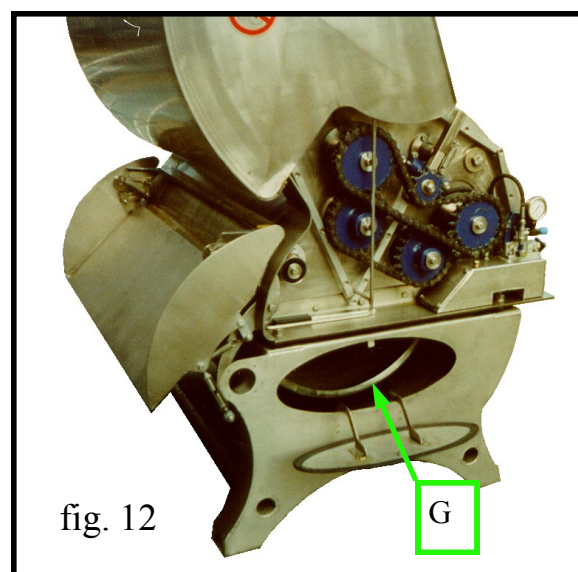

fig. 12
Il dispositivo di **LAVAGGIO** entra in funzione a fine lavoro. La valvola regola il flusso d'acqua all'interno del separatore. Se la pressione dell'acqua che s'immette è scarsa, si consiglia, per una buona pulizia, di aprire i coperchi **E-F** fig. 11 e di lavare manualmente. Il cestello di filtraggio è ispezionabile attraverso gli sportelli **G** fig. 12. Anche da queste aperture è possibile effettuare un lavaggio manuale all'interno della macchina.
- aprire lo sportello di fig. 12 e verificare la completa usura dei peli in acciaio (deve rimanere solo il rullo centrale).